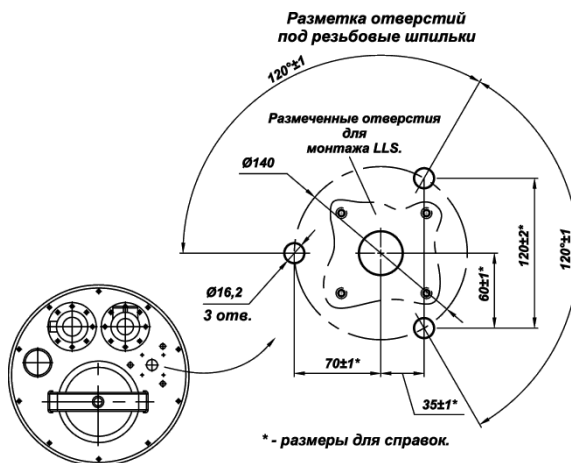

Рисунок 61
3. Просверлить отверстия под резьбовые шпильки DIN 975 согласно рисунку (Рисунок 61). Приведенные размеры носят рекомендательный характер и зависят от конкретного конструктивного исполнения крышки заливной горловины.